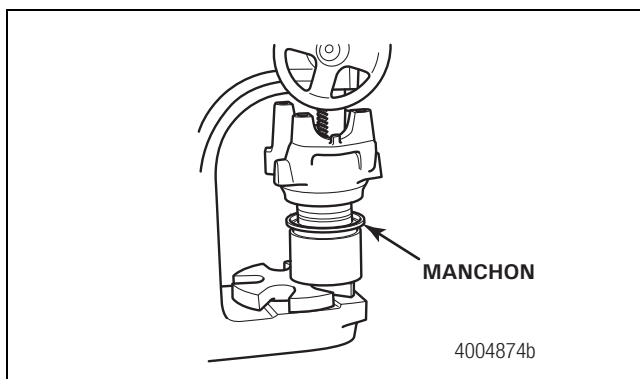

Figure 6.31
- Appliquer une mince couche de lubrifiant sur la portée d'étanchéité de la chape. Positionner le manchon dans le mandrin de pose de manchon de chape. Ne pas toucher aux parties du manchon qui sont enduites de graisse. Le manchon doit demeurer propre avant d'être inséré dans la bague d'étanchéité. Utiliser une presse à mandriner et le mandrin approprié pour loger le manchon sur la chape. Pour éviter d'endommager les composants, s'assurer que le manchon est entièrement logé sur la chape. Figure 6.31.